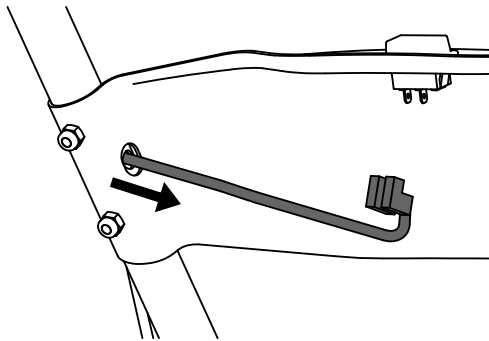

Figure 11
- Boulon (M8 x 40 mm) (2)
- Écrou (M8) (2)
- Montez le tableau de bord central. Faites passer le câble de l'interrupteur du moteur par le trou dans le côté gauche du tableau de bord, comme montré à la Figure 11.